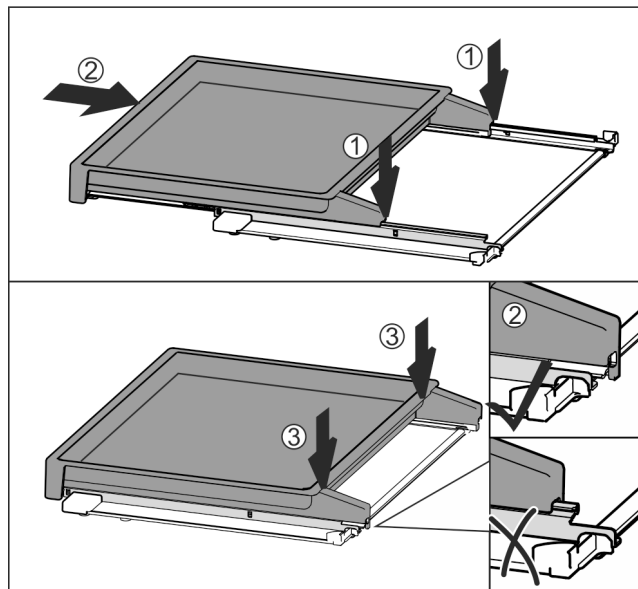

Fig. 44
- ▶ Colóquelo centrado sobre los rieles Fig. 44 (1).
- ▶ Introduzca por completo el estante extraíble Fig. 44 (2).
- ▶ Presione en el lado trasero hasta que encaje de forma perceptible Fig. 44 (3).